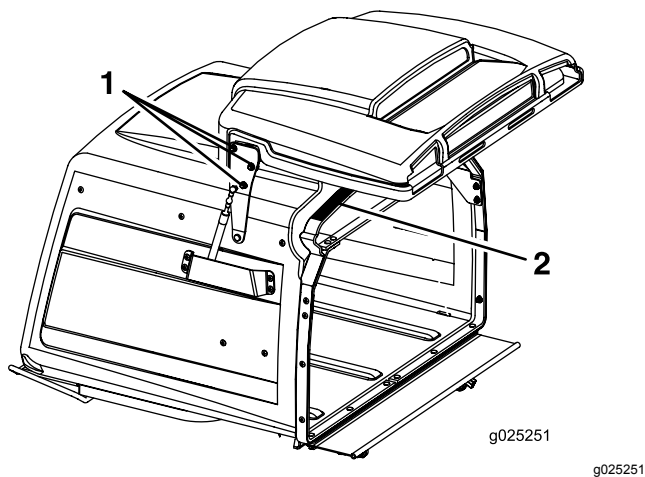

Figure 61
3. Desserrez les 6 écrous des charnières du couvercle (Figure 61).
4. Ouvrez le couvercle et placez une bande de caoutchouc de 9,5 mm (3/8 po) ou un flexible de 9,5 mm (3/8 po) de diamètre entre la trémie et le couvercle (Figure 61).